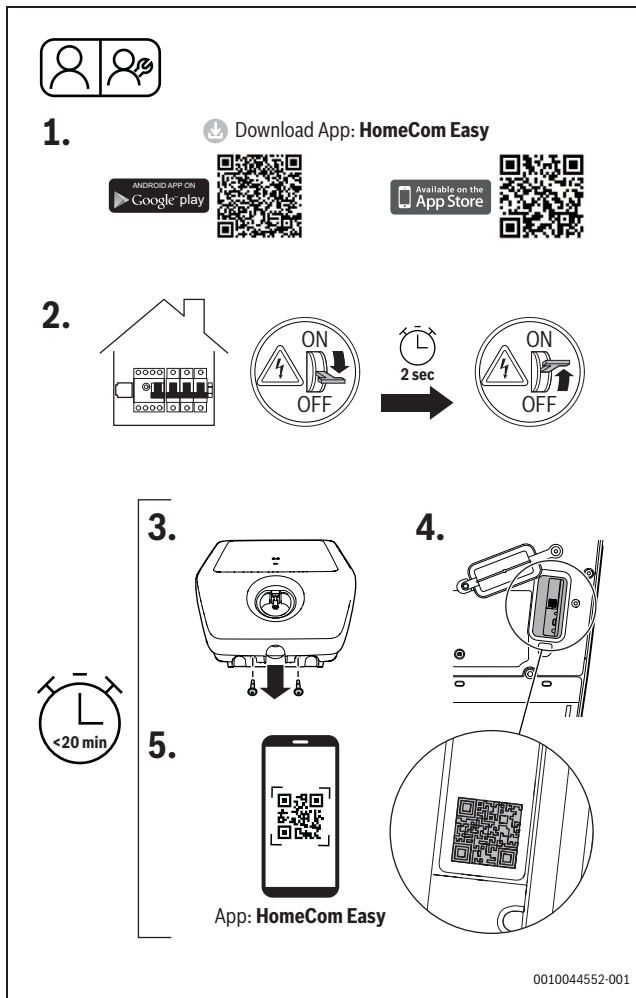

Bild 19 HomeCom Easy
- Power Charge 7000i über die Schalttafel der Stromversorgung ausschalten und nach ca. zwei Sekunden wieder einschalten (Abb. 19, Schritt [2]).
- Die beiden Schrauben an der Abdeckung lösen (Abb. 19, Schritt [3]).